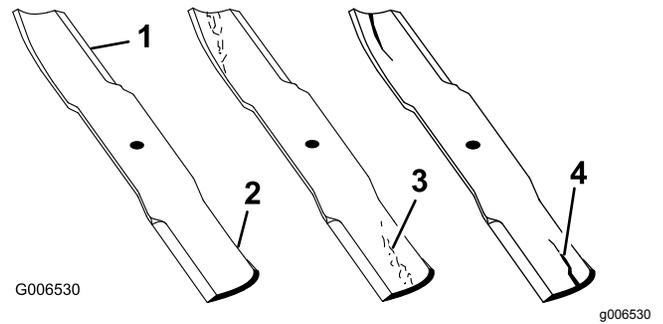

図 87
- 刃先の部分を点検する 図 87。
- ひび、磨耗、割れの発生などがあれば、直ちに新しいブレードに交換する 図 87。